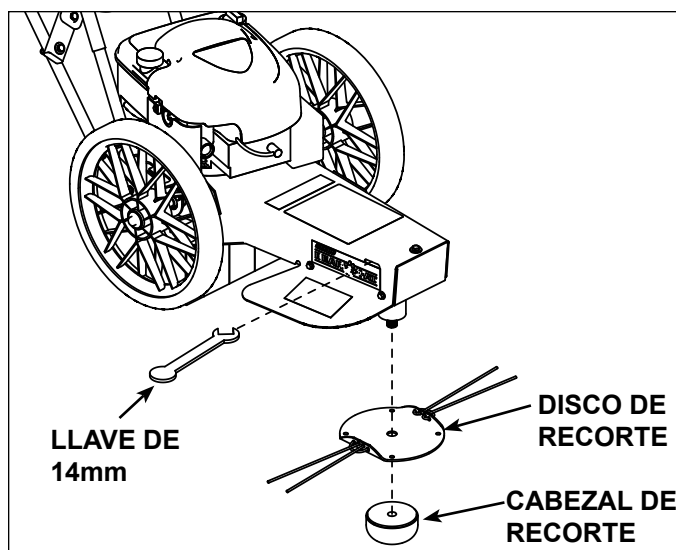

Figura 5.1 - Regulación de altura de corte
1. Inserte una llave de boca de 14mm en el bastidor de recorte (Figura 5.1).